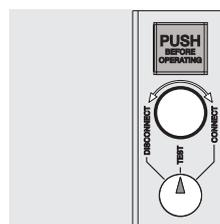

Abbildung 41
- Leistungsschalter in Prüfstellung (siehe Abbildung 41).